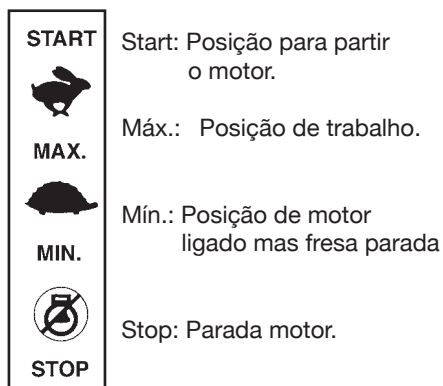

Fig. 13
Levar o comando acelerador para a posição "START" FIG. 13
Levar a alavanca comando acelerador para a posição de "STOP" fig.13.
- Com o motor em funcionamento, colocar o comando acelerador na posição –MÁX- (Fig. 13) e, fazendo pressão nas rabiças, enfiar o espigão no terreno.